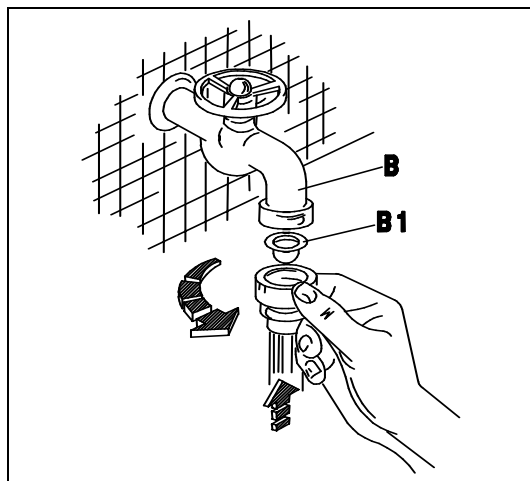
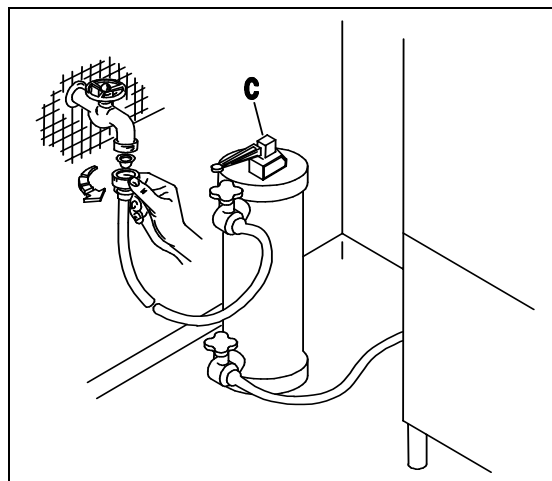
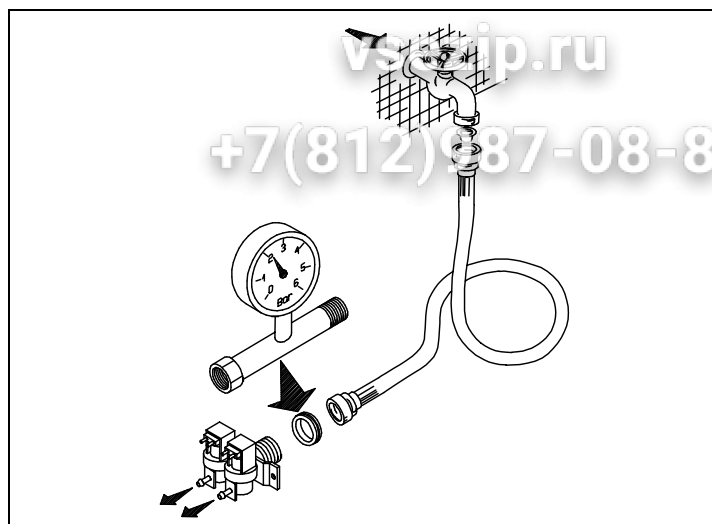
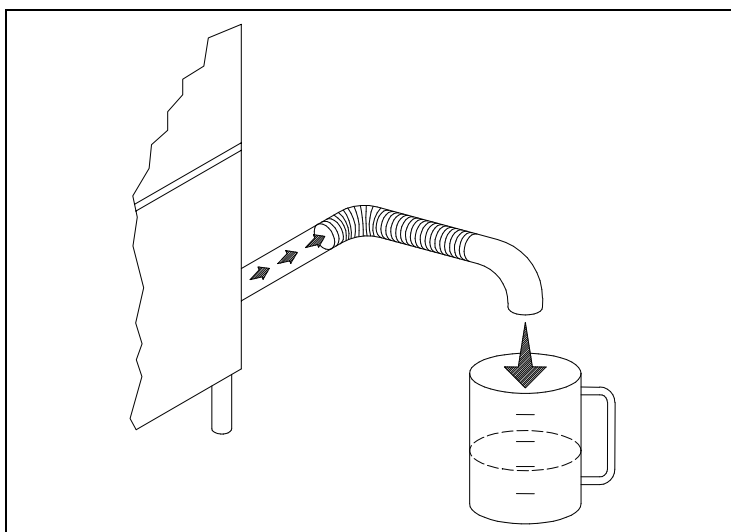

Fig. 2-2
Fig. 2-3
Fig. 2-4
Fig. 2-5
- L'apparecchio è previsto per l'allacciamento all'acqua fredda o calda (max 50 ÷ 55°C), con una pressione a valvola aperta come indicato nella Tab. 2-1. In caso di pressione superiore alla massima consigliata, bisogna installare un riduttore di pressione. In caso di pressione inferiore alla minima consigliata, bisogna installare una pompa di aumento pressione di max 0.5 Hp, con una portata di 20 L/min ed una prevalenza di 15÷20 mt.. Il controllo della pressione deve essere effettuato all'ingresso dell'elettrovalvola (ved. fig.2-4). La condotta dell'acqua deve avere un diametro interno di almeno 16/18 mm (ved. fig.2-5). Collegare il tubo di carico acqua dell'apparecchio ad un rubinetto d'intercettazione (B), posto preferibilmente nelle immediate vicinanze dell'apparecchio, interponendo l'apposito filtro in dotazione (B1) (ved. fig.2-2). Si consiglia l'installazione di un decalcificatore (C) (non in dotazione), montato a monte dell' elettrovalvola della macchina (ved.fig.2-3).
- The appliance is designed for connection to the cold or hot water supply (max. 50 55°C) at a mains pressure with the valve open as shown in Table 2-1 and a minimum output of 10 litres/min. If pressure exceeds the maximum, fit a pressure reducer. If pressure is lower than the minimum, fit a pressure booster pump of max. 0.5 HP, with an output of 20 litres/min. and a head of 15÷20 metres. Pressure must be measured at the solenoid valve inlet (see fig. 2-4). The water pipes must have an internal diameter of at least 16/18 mm (see fig. 2-5). Connect the appliance water supply pipe to a cut-out tap (B), preferably placed close to the appliance, fitting the special filter provided (B1) (see fig. 2-2). We recommend fitting a water softener (C) (not provided) upstream from the machine solenoid valve (see fig. 2-3).
- Das Gerät ist für den Anschluss an Warm-und Kaltwasser (max. 50-55°C) vorgesehen, wobei der Druck bei offenem Ventil dem in Tab. 2-1. Bei höherem Druck als dem empfohlenen einen Druckminderer installieren. Bei niedrigeren Druck als empfohlen eine Druckerhöhungspumpe mit max. 0,5 PS , einer Förderleistung von 20l/min und einer Förderhöhe von 15-20m installieren. Die Druckkontrolle muss am Eingang des Elektroventils erfolgen (siehe Bild 2-4). Die Wasserleitung muss einen Innendurchmesser von mindestens 16/18 mm aufweisen (siehe Bild 2-5). Den Zulaufschlauch des Gerätes an einen möglichst nahegelegenen Wasserhahn (B) anschliessen und den vorgesehenen Filter (B1) anbringen (siehe Bild 2-2). Der Einbau eines Etkalkers (C) wird empfohlen; dieser gehört nicht zur Ausstattung und muss vor dem Elektroventil der Maschine eingebaut werden. (siehe Bild 2-3).
- L'appareil peut être raccordé à l'eau froide ou chaude (50:55°C max) à une pression, soupape ouverte, comme indiqué dans le Tableau 2-1. Si la pression dépasse la pression maximum conseillée, il faut installer un réducteur de pression. Si la pression est inférieure à la pression minimum conseillée, il faut installer une pompe pour faire augmenter la pression de 0,5 Hp max., à un débit de 20 litres /min et à une hauteur d'élévation de 15-20 m. Le contrôle de la pression sera effectué à l'entrée de l'électrovanne (voir fig. 2-4). Les conduites d'eau auront un diamètre interne d'au moins 16/18 mm (voir fig. 2-5). Raccorder la conduite d'arrivée de l'eau de l'appareil à un robinet secondaire (B), installé si possible tout près de l'appareil, après avoir intercalé le filtre spécial fourni (B1) (voir fig. 2-2). Nous conseillons d'installer un adoucisseur (C) (non fourni) qui sera monté en amont de l'électrovanne de la machine (voir fig. 2-3).
- Este aparato se puede alimentar con agua caliente o fría (máx. 50 ÷ 55°C); la presión del agua con válvula abierta está indicada en la Tabla 2-1. En caso de que la presión fuera superior a la máxima que se aconseja, instale un reductor de presión; si fuera demasiado baja, instale una bomba de aumento de presión de 0,5 Hp (máximo), con un caudal de 20 litros por minuto y una altura de elevación de 15 a 20 m. El control de la presión se debe efectuar en la entrada de la electroválvula (véase fig. 2-4). La tubería del agua debe tener un diámetro interior de 16-18 m. por lo menos (véase fig. 2-5). Conecte el tubo de alimentación del agua del aparato a un grifo de paso (B), que irá montado preferentemente muy cerca del aparato, tras interponer el filtro (B1) del equipamiento base (véase fig. 2-2). Es aconsejable instalar un descalcificador (C) (que no forma parte del equipamiento base). El descalcificador irá montado antes de la electroválvula de la máquina (véase fig. 2-3).
- O aparelho é predisposto para ser alimentado com água fria ou quente (máx 50-55°C), com uma pressão, com a válvula aberta, como indicado na Tab. 2-1 e com um fluxo de 10 lt/min. No caso de uma pressão superior à máxima indicada, é necessário instalar um redutor de pressão. No caso de a pressão ser inferior à indicada, é necessário instalar uma bomba de máx 0,5 Hp, com um fluxo de 20 lt/min. O controle da pressão deve ser efetuado na entrada da electroválvula (ver figura 2-4). O tubo de água ou mangueira deve ter um diâmetro interno de pelo menos 16/18 mm (ver fig. 2-5). Conectar o tubo de alimentação de água do aparelho à uma torneira de fechamento manual (B), colocada de preferencia proxima ao aparelho, conectando o filtro em dotação (B1) (ver fig. 2-2). Aconselha-se a instalação de depurador (filtro) de águas duras (calcário) (C), o qual não é previsto no fornecimento da máquina, montado antes da entrada da electroválvula (ver fig. 2-3).
- Het apparaat is geschikt voor aansluiting op warm of koud water (max. 50 - 55°C), met een druk bij geopend ventiel zoals aangegeven in Tab. 2-1. Bij een hogere druk dan de geadviseerde maximum druk moet er een drukregelaar geïnstalleerd worden. Bij een lagere druk dan de geadviseerde minimum druk moet een drukverhogingspomp van max. 0,5 HP geïnstalleerd worden met een opbrengst van 20 l/min en een opvoerhoogte van 15-20 m. De controle van de druk moet op de ingang van het elektroventiel gecontroleerd worden (zie afb. 2-4). De waterslang moet een inwendige diameter van ten minste 16/18 mm hebben (zie afb. 2-5). Sluit de watertoevoerslang van het apparaat aan op een afsluitkraan (B) die bij voorkeur dicht bij het apparaat geplaatst moet zijn en zet het speciale meegeleverde filter (B1) ertussen (zie afb. 2-2). Er wordt geadviseerd om een waterontharder (C) (niet meegeleverd) te installeren, die vóór het elektroventiel van de machine geplaatst moet worden (zie afb. 2-3).